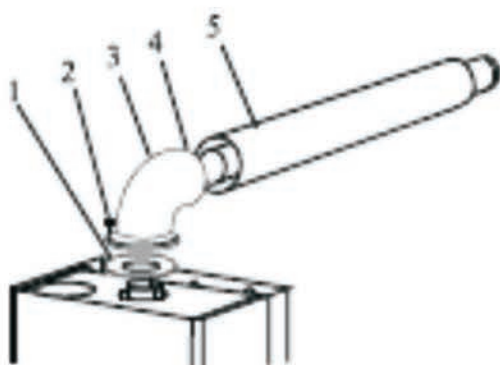

Рис.2-2
- Д) Горизонтальная выхлопная труба должна быть установлена с контр уклоном, под углом минимум 5 градусов. (Рис. 2.2)